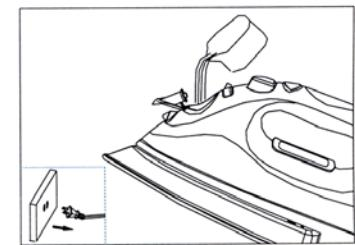

Fig.1
1. Ouvrez le clapet d'entrée d'eau. En penchent légèrement le fer, versez lentement de l'eau dans le clapet. (Fig. 1) Remplissez le réservoir au niveau désiré ou jusqu'à la marque « MAX » en utilisant le flacon de remplissage. (Lorsque le fer est à la verticale, le réservoir transparent permet de voir la quantité d'eau.) **NE** remplissez **PAS** trop le réservoir. Lorsque vous avez terminé le remplissage, fermez le clapet avant de continuer.